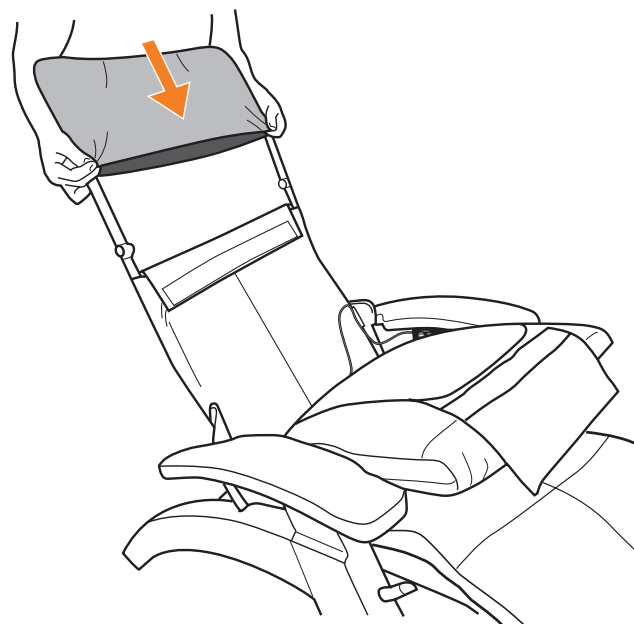

Fig.27
1. Coloque la funda del apoyacabeza sobre el armazón del apoyacabeza, introduciéndola tanto como sea posible. El lado acolchado de la funda del apoyacabeza debe quedar hacia la parte posterior de la silla (Fig.27).